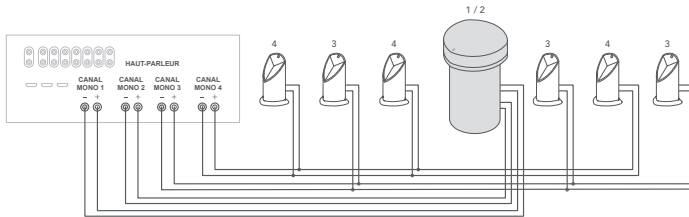
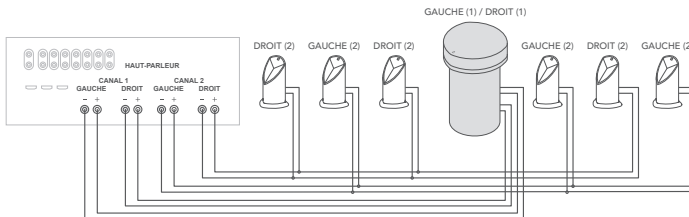

Figure 3
Figure 4
- Déterminez si le système fonctionnera en mono ou en stéréo (voir l'exemple de schémas de connexion du système à la Figure 3 et à la Figure 4 à la page suivante). Dans certaines applications, les positions d'écoute ne seront jamais équidistantes d'une enceinte gauche et droite, auquel cas le mono peut être la meilleure option.
Voir l'exemple de schémas de connexion du système à la Figure 3 (fonctionnement mono) et à la Figure 4 (fonctionnement stéréo). Si vous utilisez plus d'une enceinte semi-enterrée par canal d'amplificateur, il est recommandé d'utiliser la configuration 70 V / 100 V décrite ci-dessous.